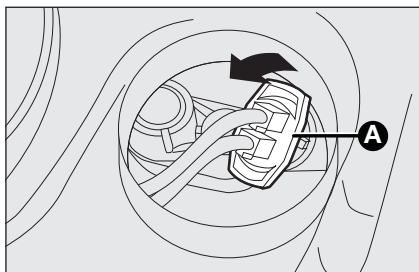

fig. 18
- ruotare in senso antiorario il portalampade **A-fig. 18** e sfilarlo;